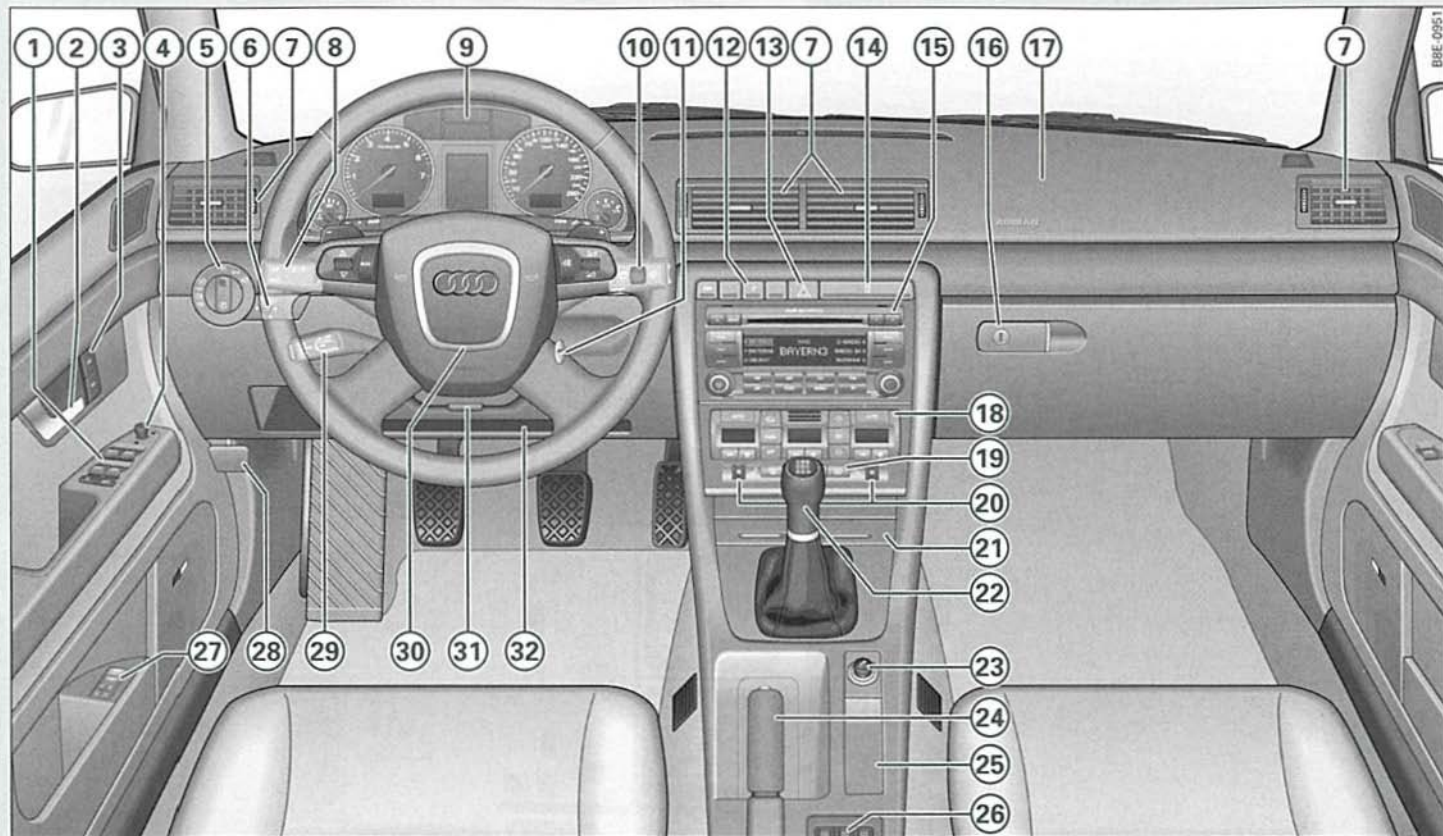

Fig. 1 Algunos de los equipamientos relacionados pertenecen sólo a determinadas versiones del modelo o son equipamientos opcionales.
- En vehículos dotados de volante a la derecha*, la disposición de los elementos de mando difiere parcialmente de la que se muestra en la figura ⇒ *página 8*, fig. 1. No obstante, los símbolos de los elementos de mando son iguales. ■